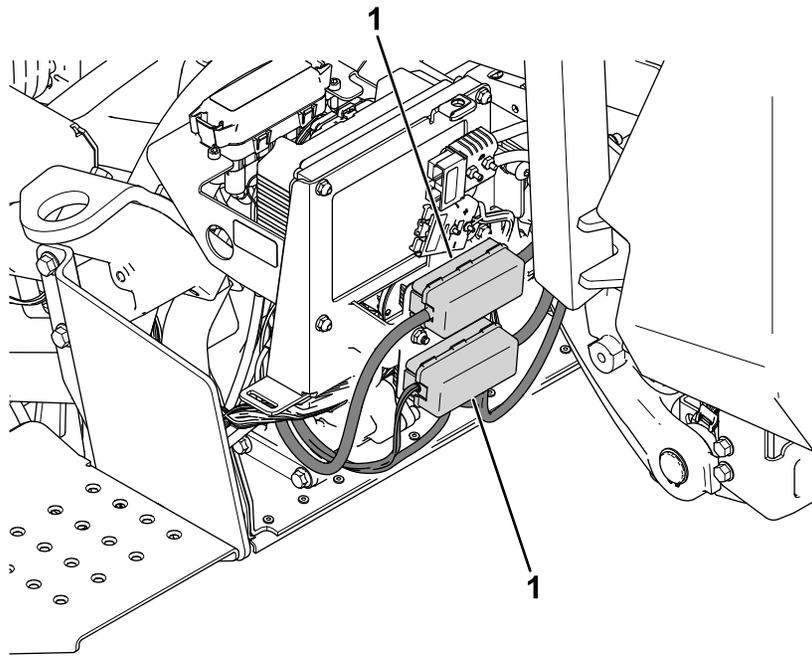

Bild 35
2. Entfernen und bewahren Sie die Sicherungseinheiten (Sicherungen und Kabel) vom Sicherungshalter auf (Bild 35).
4. Montieren Sie die Sicherungsbaugruppen an der neuen Sicherungshalterung (Bild 35).